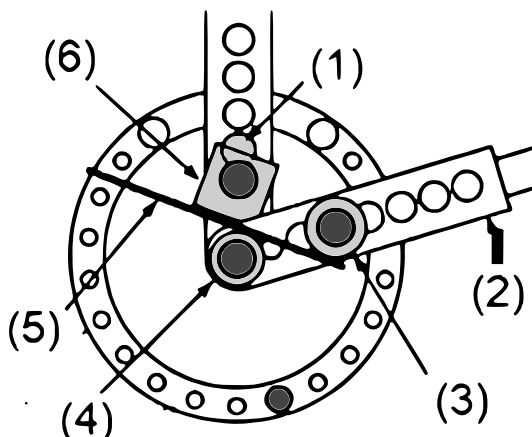

Figure 4 : Montage d'un rayon de courbure simple
1. Sélectionnez l'outil de pliage qui correspond au rayon que vous voulez plier, puis installez-le comme outil de centrage sur la broche de la charnière (9), qui maintient le levier (15) au support de cintrage (4) (voir fig. 4).
3. Choisissez un outil de pliage qui fixe la pièce contre l'outil de centrage sans qu'elle glisse. Ensuite, montez la forme de renfort avec la goupille la plus courte (14). Veillez à ce que la forme de renfort soit aussi proche que possible de la pièce à usiner.
4. Placez la pièce à usiner entre les dispositifs de pliage et la butée (10) comme indiqué sur la fig. 4.